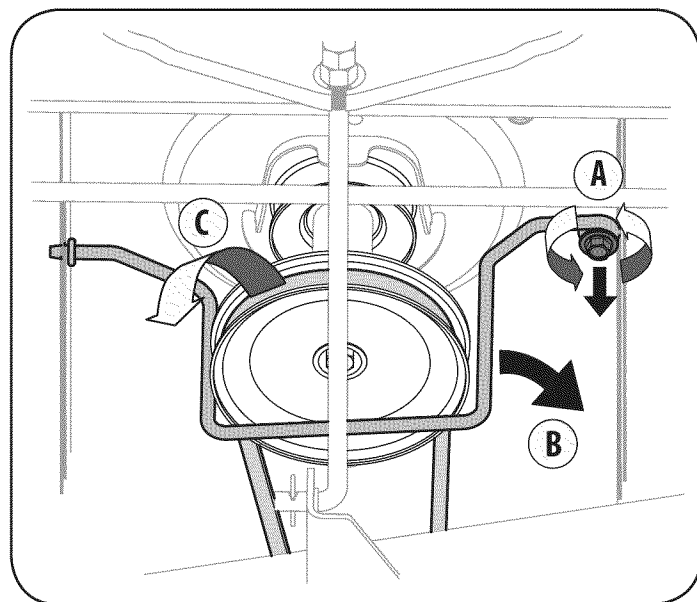

Figura 15
3. Extracción de la auto-Tornillo (A) que asegura el cinturón-Rod de todo poseedor de la polea del motor del tractor, a continuación, quitar la varilla poseedor del cinturón (B). Véase la Figura 15.
4. Retire la correa (C) de alrededor de la polea del motor del tractor. Véase la Figura 15.